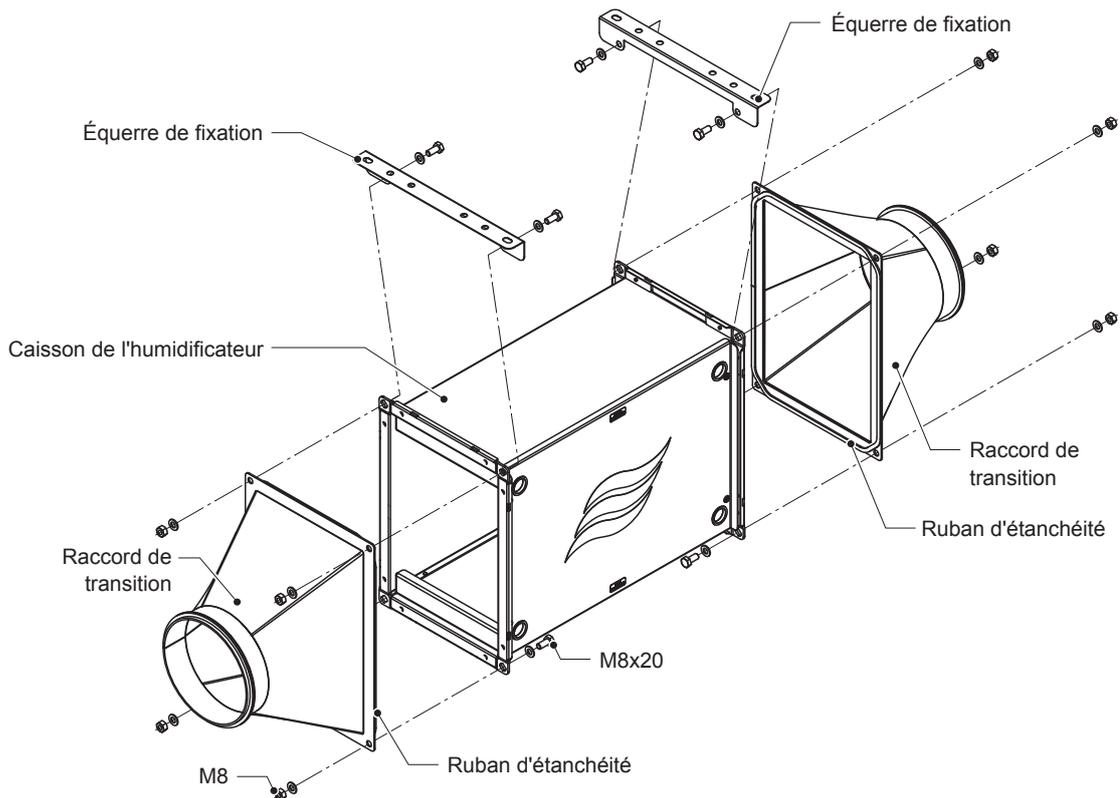
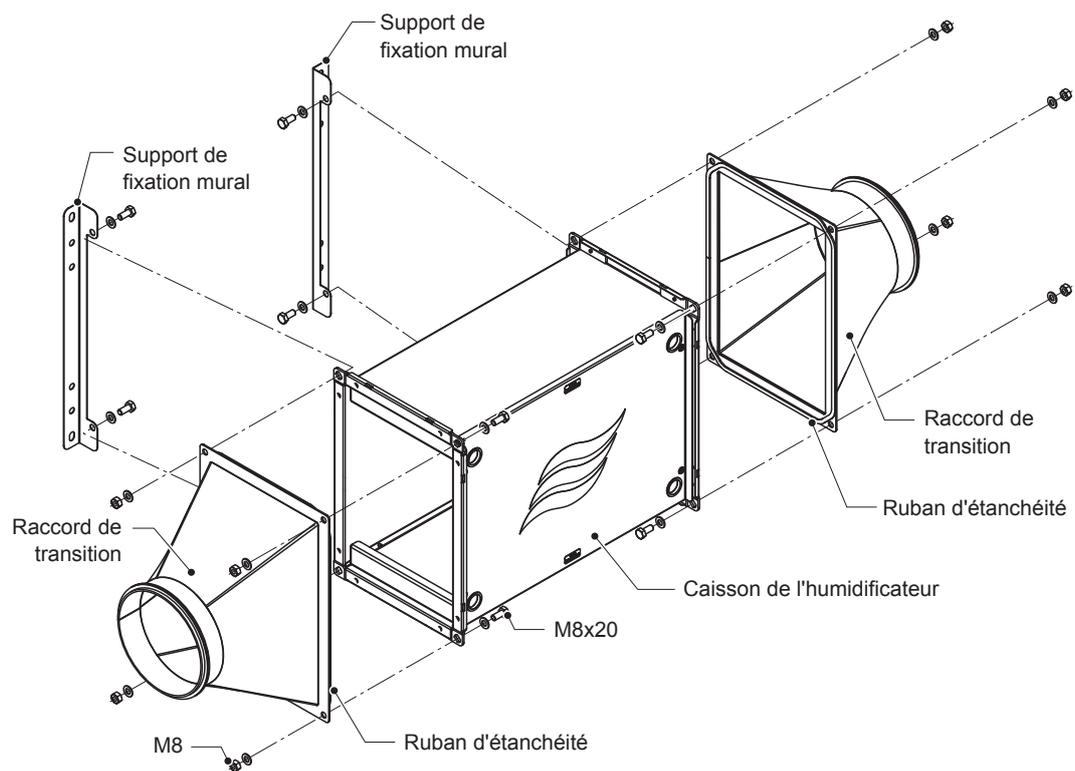

Fig. 9: Assemblage montage au plafond
Fig. 10: Assemblage montage mural (option)
2. Coller le ruban d'étanchéité fourni sur les raccords de transition (voir *Fig. 9* ou *Fig. 10*).
3. Fixer les équerres de fixation et les raccords de transition avec des joints des deux côtés du caisson de l'humidificateur avec les vis M8 x 20 mm fournies, les rondelles et les écrous M8 au caisson de l'humidificateur (voir *Fig. 9* et *Fig. 10*).